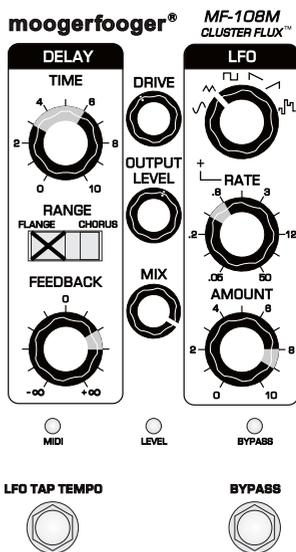
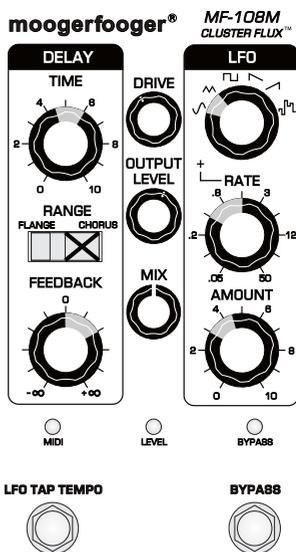

図1: Classic Flangingセットアップ
図2: Classic Chorusセットアップ
8. MF-108Mの〔BYPASS〕スイッチを押してエフェクト・オンの状態にし(この時、〔BYPASS〕LEDが緑に点灯します)、パネルを次のページの **図1** (Classic Flanging)、または **図2** (Classic Chorus)のセットアップにして、その音を確認してみましょう。